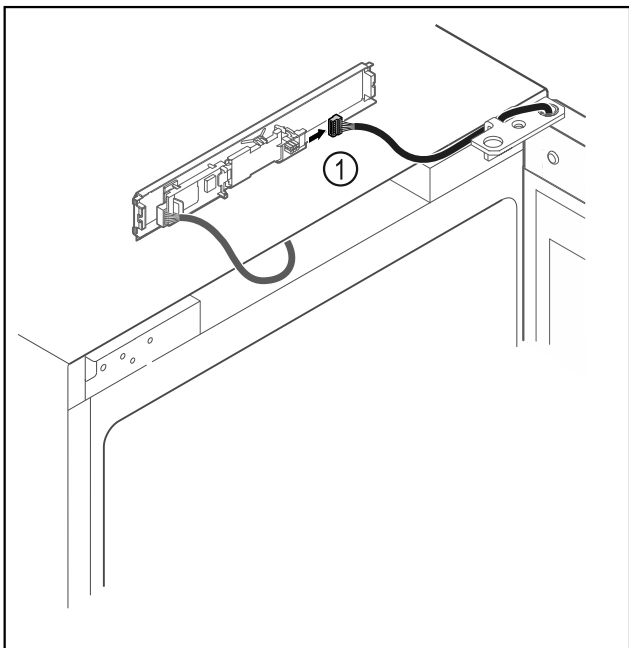

Fig. 13
- ▶ Αποσυνδέστε το φιν Fig. 13 (1) από την πλακέτα.